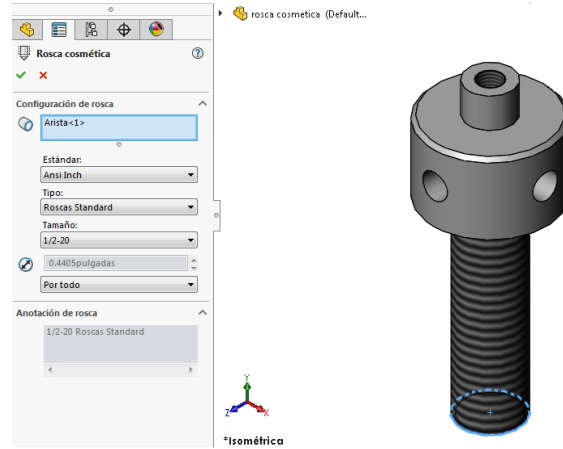

Ilustración 137
Paso 3: A continuación aparece el menú de operación en donde se selecciona el tipo de rosca a usar y el lugar a donde se desea asignar dicha rosca. En este caso se seleccionan los parámetros dados en el plano de la figura (ver ilustración 137 y 138), al finalizar la operación se obtiene la figura deseada (ver ilustración 139)